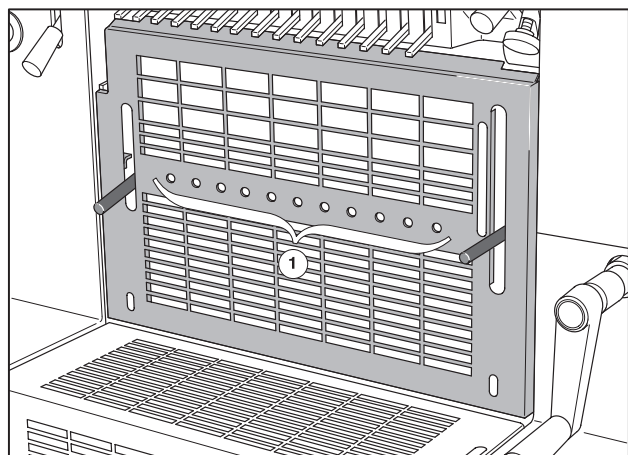

Рис. 19 Установка красочных зон
Красочные зоны красочного аппарата нумератора доступны также при закрытом защитном ограждении красочного аппарата через отверстия (Рис. 19/❶) в защитном ограждении и могут быть отрегулированы при печати тиража.
- ❶ Винты зональной регулировки (Рис. 19/❶) установить с помощью шестигранного 4 мм ключа в соответствии с позицией нумераторных головок или держателей клише.